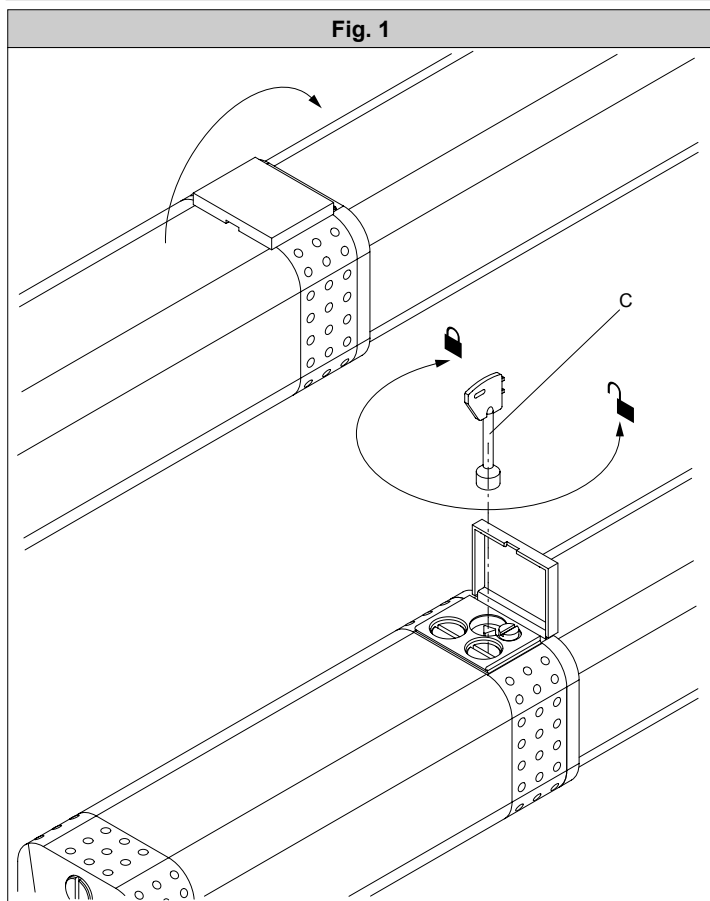

Fig. 1
- In mod. **ORO** the release has not been activated by means of the appropriate key (fig.1).
In case of emergency, for example when the electrical power is disconnected, to release the gate, insert the same key C used for the adjustment of the by-pass valve inside the triangular pin (Fig.1) and rotate it counterclockwise. The gate can now be opened manually. To reset the electric operation of the actuator, turn the key in clockwise direction until pin is blocked.
- Nel modello **ORO** non è stato azionato lo sblocco con l'apposita chiave (Fig.1).
Nei casi di emergenza, per esempio in mancanza di energia elettrica, per sbloccare il cancello infilare la chiave C per la regolazione della valvola by-pass nel perno triangolare (Fig.1) e ruotarla in senso antiorario. Il cancello è così apribile manualmente. Per ripristinare il funzionamento elettrico dell'attuatore, girare la chiave in senso orario fino al completo bloccaggio del perno.